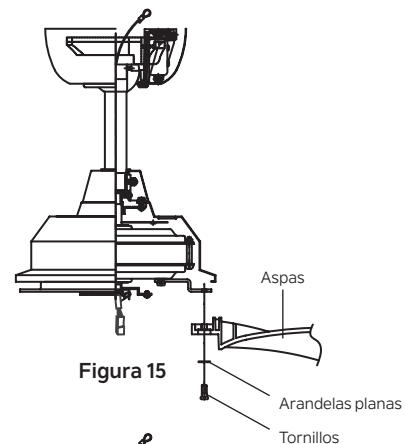

Figura 15
**Paso 1.** Alinee los orificios del aspa con los orificios del motor y fije el aspa en su lugar con los tornillos y las arandelas planas proporcionados. (Figura 15)